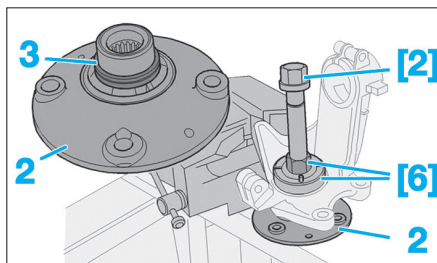
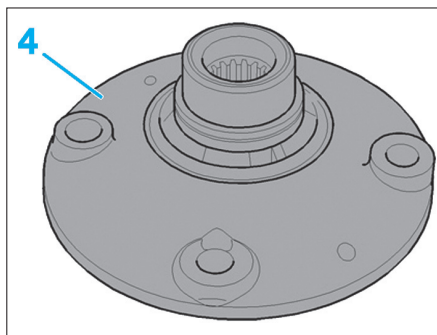

Fig. 34
Fig. 35
- l'outil [6] (Fig.34),
- Extraire le moyeu avant (2) avec la cage intérieure de roulement (3) de moyeu avant.
- Déposer la bague extérieure (4) (Fig.35).